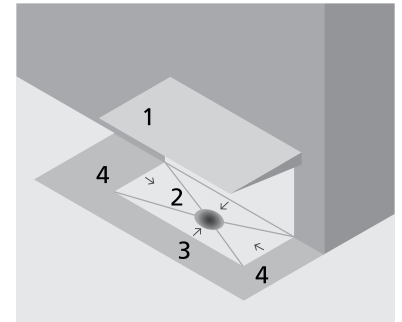

Abb. 1
- Der Güterumschlagplatz muss **überdacht*** und **abflusslos** sein. Durch unterschiedliche Gefälle und/oder Entwässerungsrinnen muss dieser von den übrigen Verkehrsflächen getrennt entwässert werden. (Abb. 1, Punkt 4). Dadurch fällt auf dem Platz kein Regenwasser an und auslaufende Flüssigkeiten können nicht auf andere Platzflächen gelangen (Abb. 1, Punkt 1).
- Der Güterumschlagplatz muss mit einem **dichten Belag befestigt** sein, damit auslaufende Flüssigkeiten nicht in den Untergrund gelangen können. Bei gewissen Stoffen ist dazu ein Spezialbelag nötig (Abb. 1, Punkt 2).
- Der Güterumschlagplatz muss über ein **Rückhaltevolumen** verfügen, in welchem die auslaufende Flüssigkeit aufgefangen wird. Die Grösse richtet sich nach der **Tabelle auf Seite 7**. Als Rückhaltevolumen kann ein abflussloser Schacht, eine beckenförmige Platzfläche oder ein Auffangbehälter verwendet werden (Abb. 1, Punkt 3).